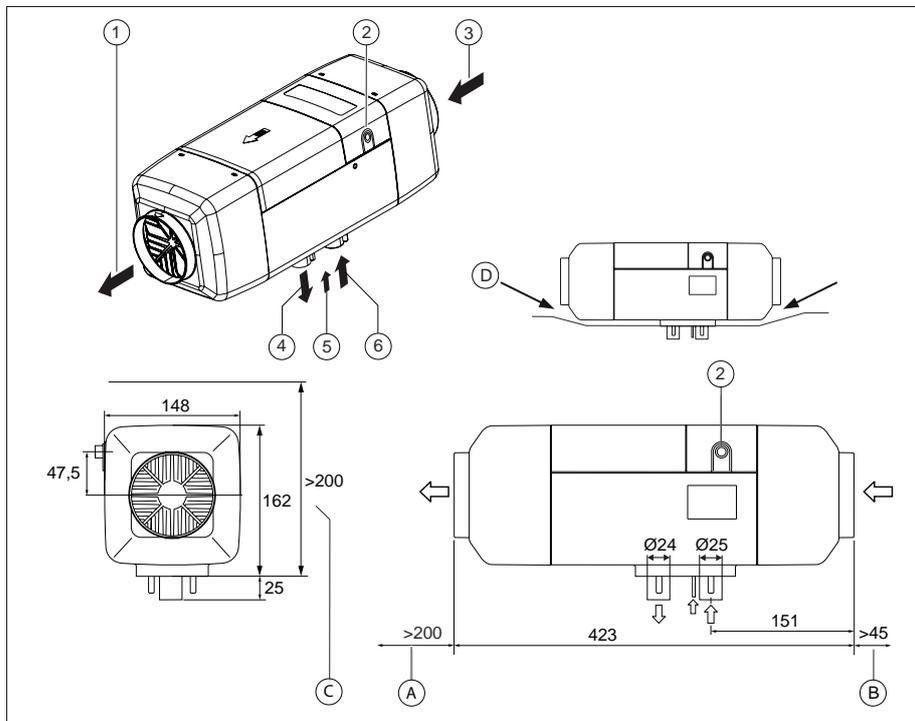

рис. 02: Размеры и необходимое пространство (в мм)
- ✓ Имеется достаточно места для размещения отопителя (см. рис. 02).